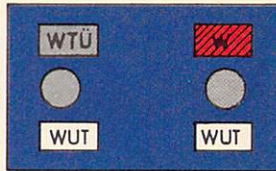

Bild 59
- (1) a) Eine Weiche oder Gleissperre gilt als gestört, wenn auch nach wiederholtem Bedienen der Stellungsmelder dauernd blinkt oder bei eingeschalteter Weichenausleuchtung dunkel bleibt, der Wecker ertönt und der Weichenstörmelder rot blinkt (vgl. Bild 59). **Störungsmeldung**